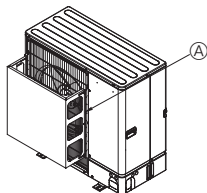
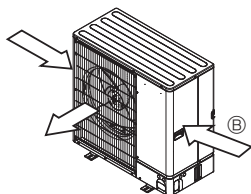

Fig. 2-4
Fig. 2-5
- ② Sumontuokite pasirenkamąjį oro krepituvą, jei įrenginys montuojamas vietoje, kurioje į oro išėjimo angą gali tiesiai pūsti stiprus vėjas, pvz., uraganas ir pan. (Fig. 2-4)
- ③ Oro išėjimo angos krepituvas
- ④ Jei įmanoma, pastatykite įrenginį taip, kad oras per oro išėjimo angą pūstų statmenai sezoninio vėjo krypties atžvilgiu. (Fig. 2-5)
- ⑤ Vėjo kryptis